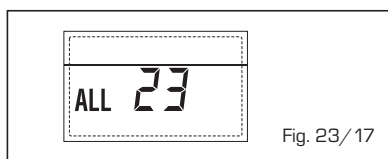

Fig. 23/17
– **ANOMALIA Sonda COLLETTORE SOLARE (S1) “ALL 24” (fig. 23/18)**